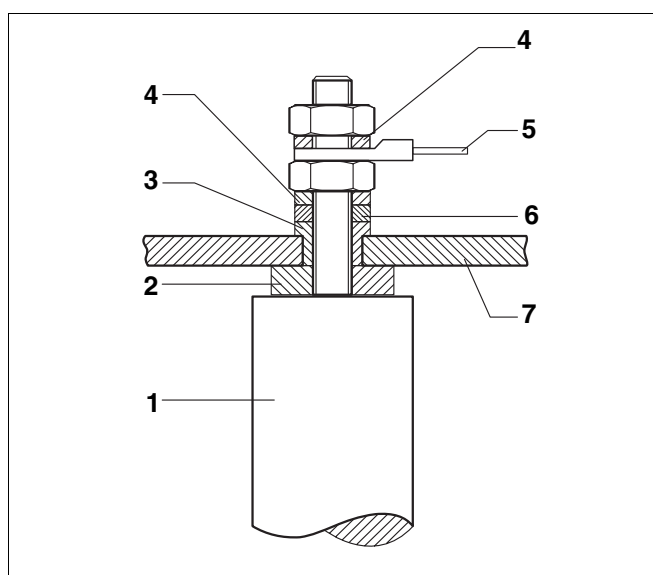

Fig. 11 Raccordement anode au magnésium
- Si l'écartement par rapport au plafond est faible, remplacez l'anode au magnésium rigide (fig. 11) par une anode à chaîne d'un diamètre de $\text{Ø } 33 \times 1500 \text{ mm}$ (article no.: 5592186).